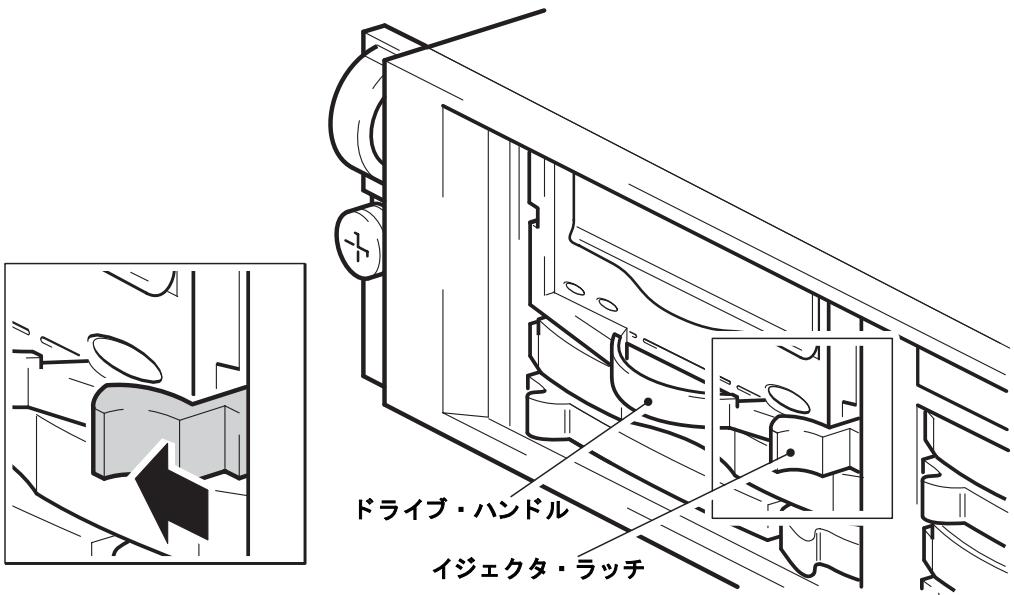

図 5a: イジェクタ・ラッチを手前に引く
- 3 イジェクタのラッチをハンドルに向かって押して、図 5a で示すようにハンドルを引き出します。